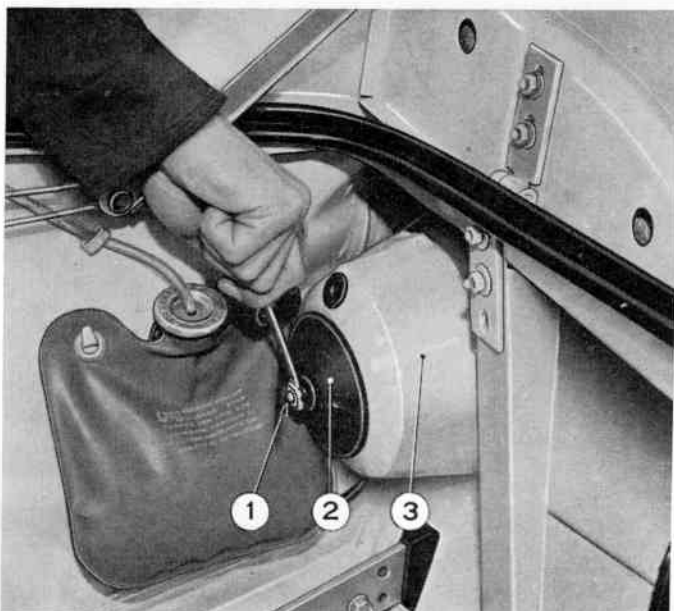

Abb. 95. - Einstellen eines Scheinwerfers für Fernlicht.
4) Dann werden die Fernlichter eingeschaltet und nach Lösen der Schrauben (1, Abb. 95) die Lichtbündel der inneren Scheinwerfer so eingestellt, dass die Lichtbündelmitten (der hellste Fleck) auf die Schnittpunkte  $P_i$  der senkrechten Linien  $a_1$ - $a_1$  mit der waagerechten Linie  $b_1$ - $b_1$  auftrifft.